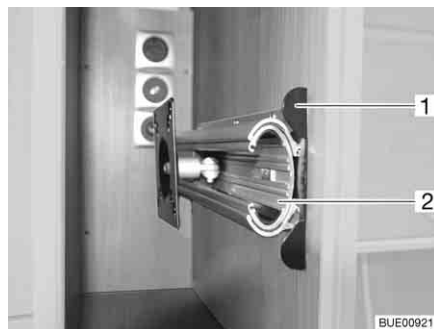

Bild 89 Fäste i TV-skåp
- Tryck in låslisten (Bild 89,1).
- Drag ut utdragsanordningen (Bild 89,2) till stoppläget.
- Skjut in utdragsanordningen (Bild 89,2), tills låslisten (Bild 89,1) hakar i.